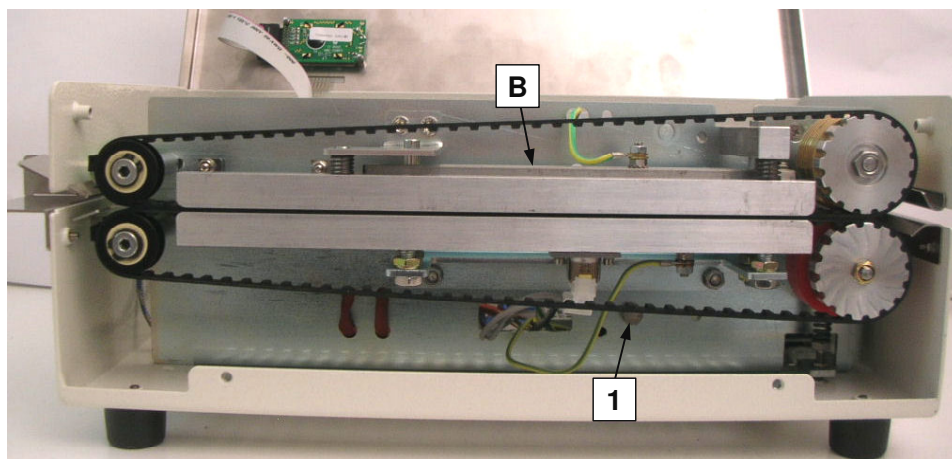
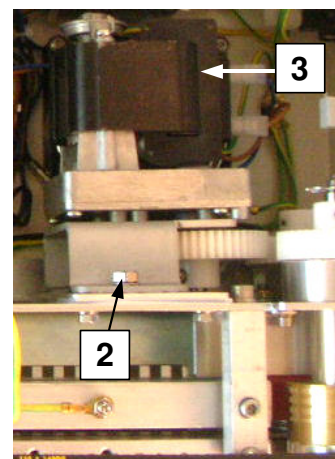

fig.4.3
fig.4.4
-  **QUALORA LA MACCHINA FOSSE STATA SPENTA DA POCO TEMPO, PER EVITARE USTIONI NON TOCCARE LE BARRE SALDANTI (pos.B-fig.4.3).**
- disinserire il gruppo motoriduttore (n.3-fig.4.4) ruotandolo in senso antiorario dopo aver allentato la vite superiore di bloccaggio (n.2-fig.4.4) e la vite di rotazione (n.1-fig.4.3)